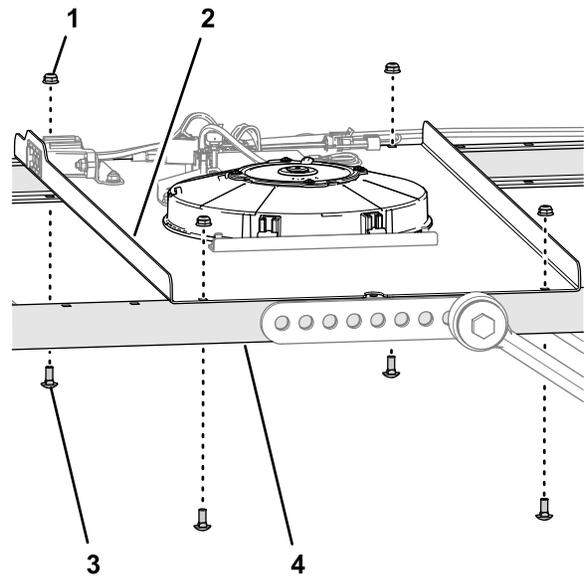

Bild 12
- B. Entfernen Sie die vier Schlossschrauben ($\frac{1}{4} \times \frac{5}{8}$ ") und vier Sicherungsbundmuttern ($\frac{1}{4}$ "), mit denen die Schalterplatte an den linken und rechten Seitenrahmenkanälen befestigt ist (Bild 12).
- D. Montieren Sie die Schalterplatte mit den Schlossschrauben und Sicherungsmuttern (Bild 12), die Sie in Schritt 3 entfernt haben, an den Seitenrahmenkanälen. **B**